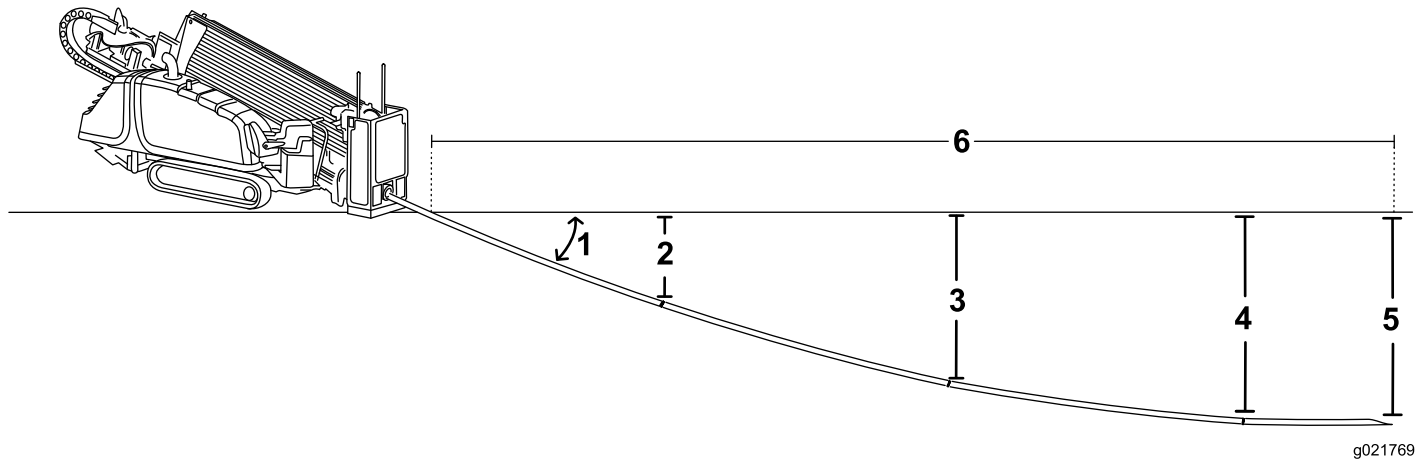

Bild 55
- Zunächst werden die ersten 3 m mit Bohrer/Bohrgestänge ohne Lenkung in den Boden eingesenkt. Das Ende der Bohrkrone befindet sich in 53 cm Tiefe (Bild 55).